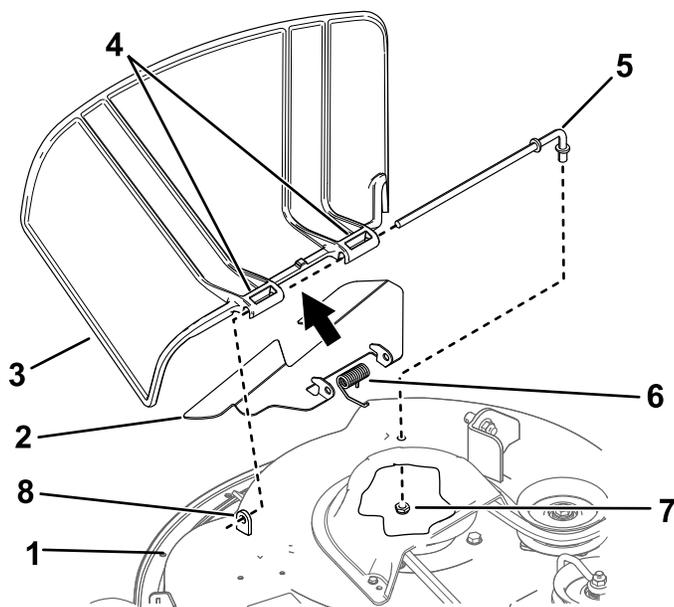

Figura 76
1. Togliete il dado ($\frac{3}{8}$ ") dall'asta sottostante il tosaerba (Figura 76).
2. Estraete l'asta dal distanziatore corto, dalla molla e dal deflettore, e dal perno del deflettore dell'erba (Figura 76).
4. Montate il deflettore dell'erba tagliata nuovo (Figura 76).
7. Fate scorrere l'asta attraverso il secondo perno del deflettore dell'erba (Figura 76).
9. Fissate l'estremità posteriore dell'asta nel tosaerba con un dado ($\frac{3}{8}$ "), come mostrato in Figura 76.